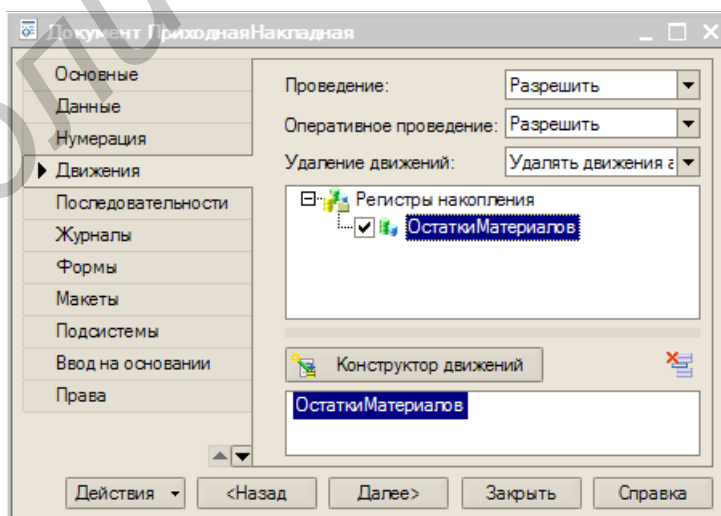

Рис. 5.9. Закладка *Движение* окна редактирования документа
1. Откройте окно редактирования объекта конфигурации *Документ* «ПриходнаяНакладная». Перейдите на закладку «Движения» и в списке регистров конфигурации отметьте регистр накопления «ОстаткиМатериалов» (рис. 5.9).